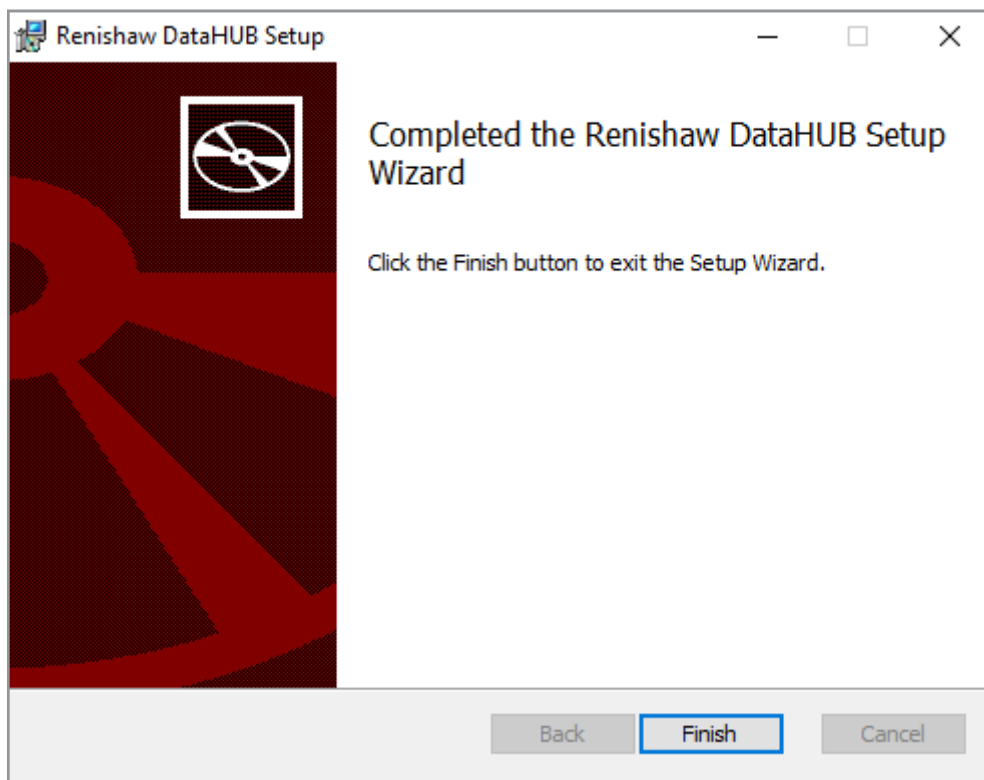

Abbildung 24 DataHUB Setup abgeschlossen
12. Klicken Sie auf **Finish** (Fertigstellen) (siehe Abbildung 24).